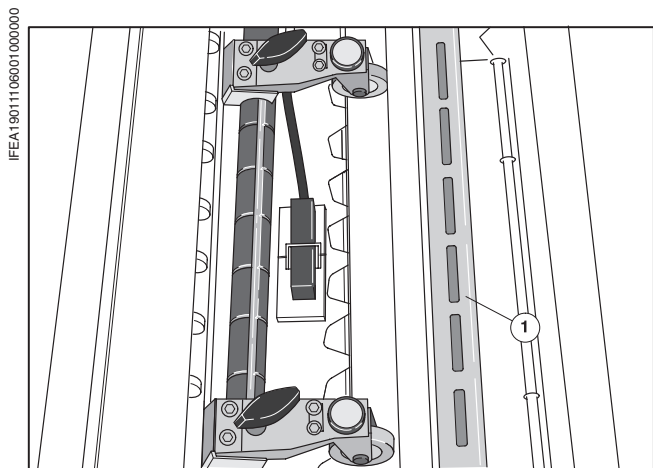

Рис. 10 Планка ионизатора на самонакладе
- ❶ Выключить ионизатор.
- ❷ Планку ионизатора самонаклада (Рис. 10/❶) очистить кисточкой (удалить бумажную пыль).